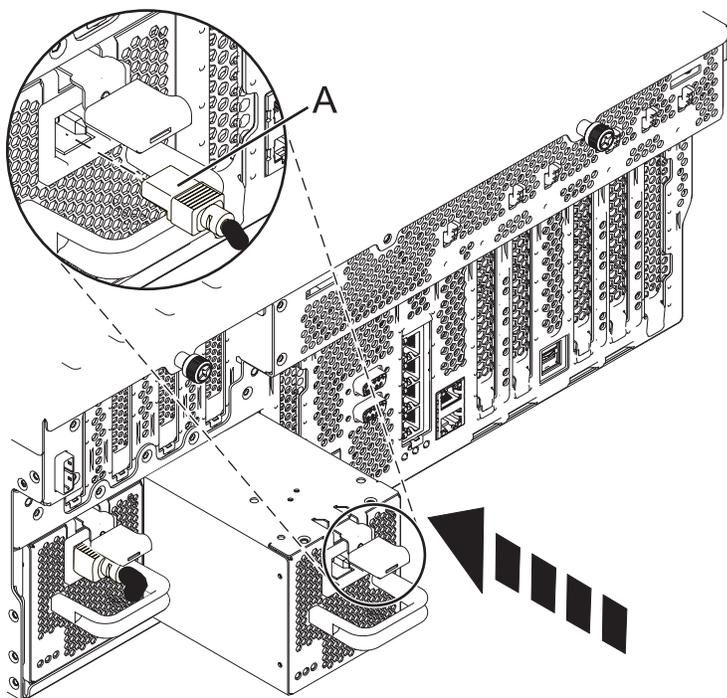

Figura 6. Sustitución de una fuente de alimentación
4. Alinee la fuente de alimentación con la bahía e inserte la nueva fuente de alimentación en la unidad del sistema hasta que el mecanismo de cierre encaje en su sitio, como se muestra en la Figura 6 en la página 9.